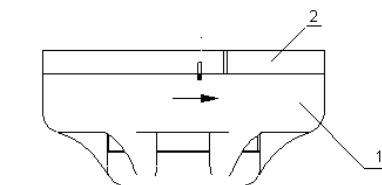

Рисунок 3
- совместить прорези на боковой поверхности крышки извещателя 1 (рисунок 3) с маленькой меткой на боковой поверхности розетки 2;